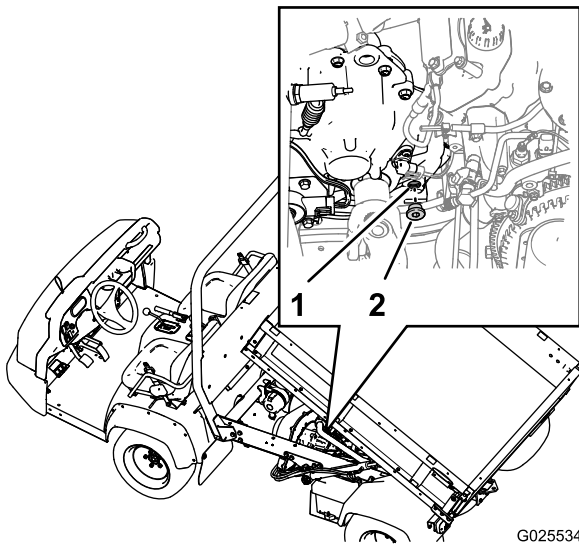

Figura 67
1. Localice el tapón de llenado en la parte más baja en la parte interior de la parte trasera de la transmisión (Figura 67).
3. Gire el tapón en sentido antihorario y retire el tapón del orificio de llenado de la transmisión (Figura 67).
4. Si el nivel del aceite hidráulico de la transmisión es bajo, añada aceite para transmisiones del tipo especificado a la transmisión por el orificio de llenado hasta que el nivel de aceite esté enrasado con el borde inferior de la rosca del orificio (Figura 67).
6. Instale el tapón de llenado en la transmisión, y apriételo a mano (Figura 67).